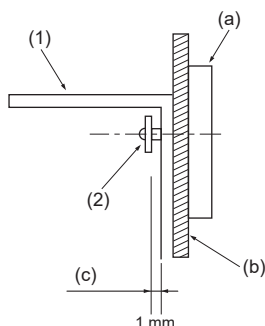

Fig. 3-4
- In primo luogo, montare la staffa sulla parete e serrare quindi la vite in modo che la staffa stessa possa muoversi verso l'alto e verso il basso. (Fig. 3-4)
(1) Staffa di protezione contro il ribaltamento
(2) Vite di maschiatura